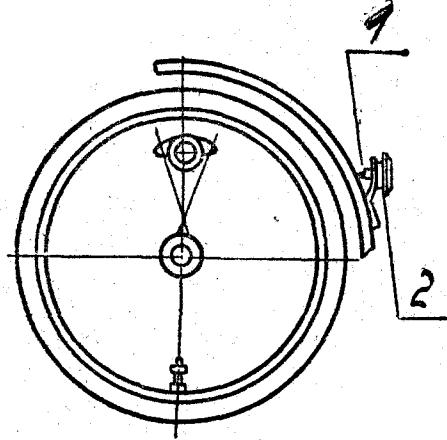

Рис. 12.
Световозвращатель задний (Рис. 12) устанавливать на кронштейн заднего щитка, закрепив его колпачковой гайкой (1) через контргайку или шайбу (2).